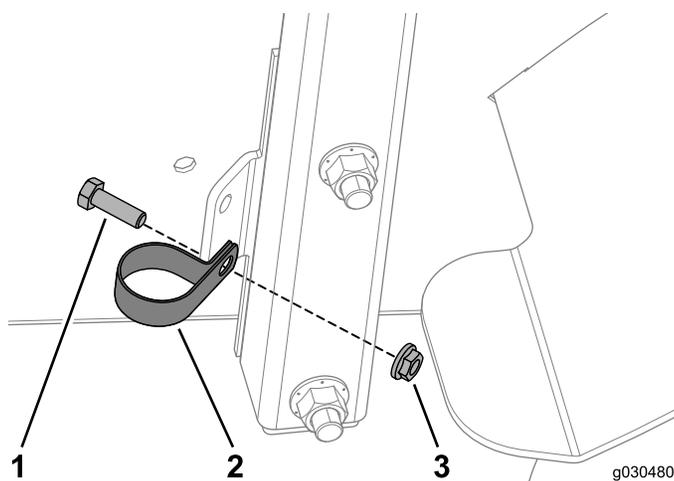

Bild 49
1. Befestigen Sie eine R-Klemme mit der Schraube (5/16" x 3/4") und Bundmutter an der rechten Seite der Maschine an der Zubehörhalterung (Bild 49).